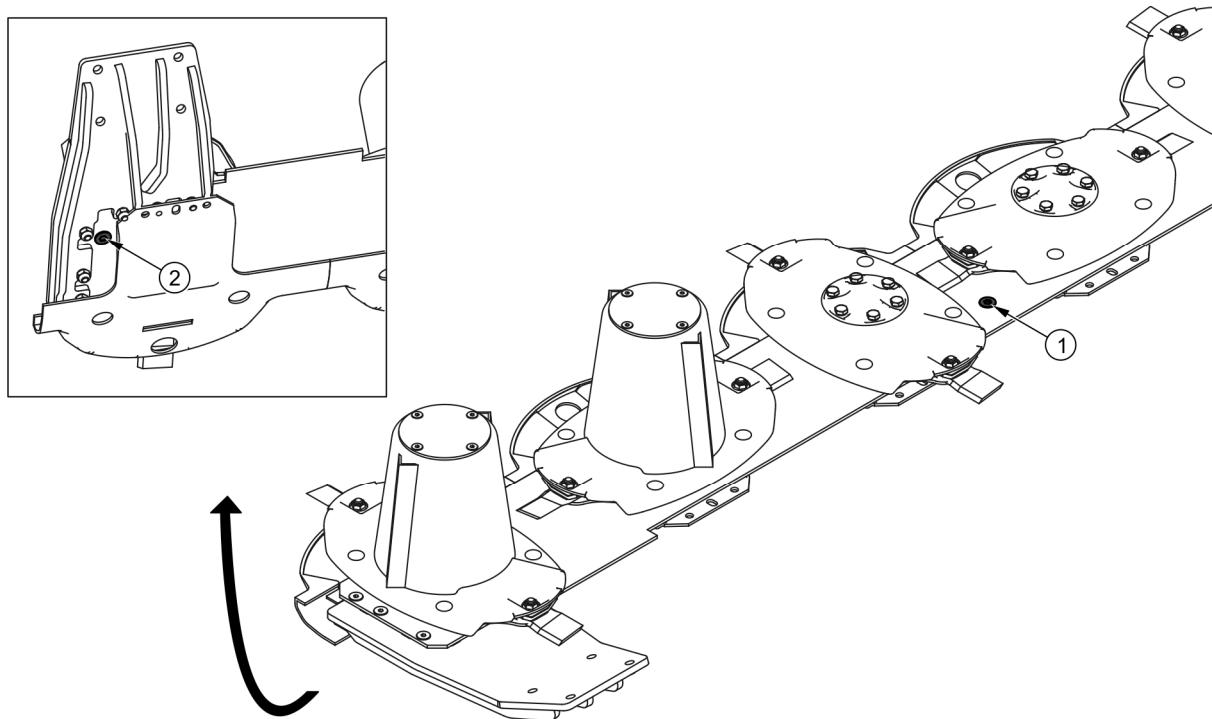

РИСУНОК 5.3 Места контроля и замены масла в режущем брусе
(1) пробка контрольно-заливного отверстия, (2) сливная пробка
Для проверки уровня масла нужно отвинтить контрольно-заливную пробку (1) которая находится между третьим и четвертым диском (РИСУНОК 5.3). При горизонтальной установке бруса правильный уровень масла должен находиться на высоте 5 ÷ 7 мм от дна бруса. Проверяя уровень горячего масла, нужно подождать 3 минуты и еще раз проверить его уровень. Проверяя уровень холодного масла, нужно подождать 15 минут и еще раз проверить его уровень.